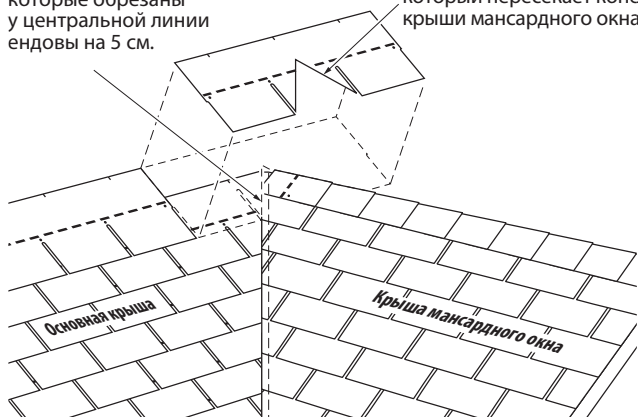

Рис. 9-9. Подгонка гонта с V-образным вырезом на конёк крыши мансардного окна.
3. Сделайте в первом гонте, который пересекает конёк крыши мансардного окна, V-образный вырез, в который будет входить этот конёк. Стороны выреза должны совпадать с вырезом гонтов на основной крыше, которые обрезаны у центральной линии ендовы. Сделайте этот вырез таким образом, чтобы он заходил на верхний нахлест гонта. Гонты с правой стороны мансардного окна следует укладывать таким образом, чтобы расположение рядов и их горизонтальное выравнивание соответствовало положению гонта с V-образным вырезом (Рис. 9-9).